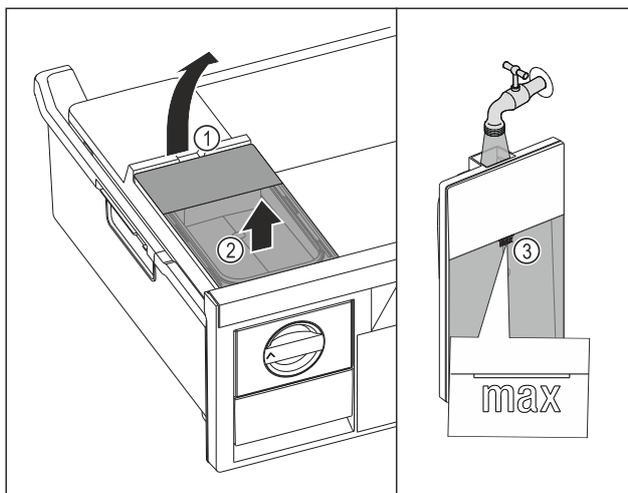

Fig. 144
- ▶ Wassertank an der Aussparung Fig. 144 (1) anheben.
- ▶ Wassertank nach oben entnehmen. Fig. 144 (2)
- ▶ Wassertank bis zur Markierung Fig. 144 (3) mit Trinkwasser befüllen.